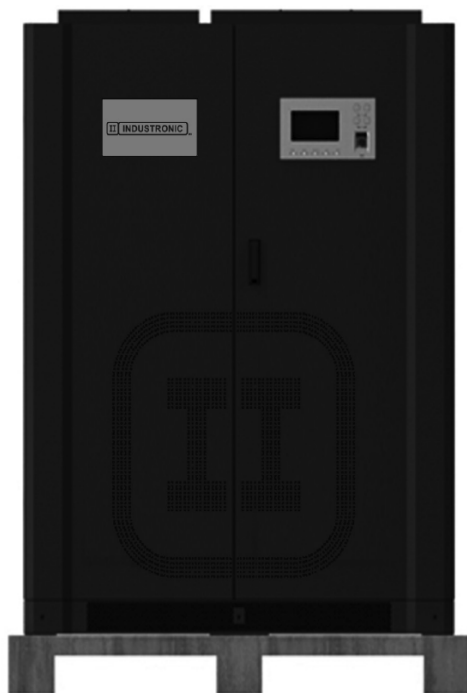

Fig. 3-5 Estructura externa
2. Retire el UPS del empaque y colóquelo en el sitio de instalación. La estructura externa se muestra en la Fig. 3-5